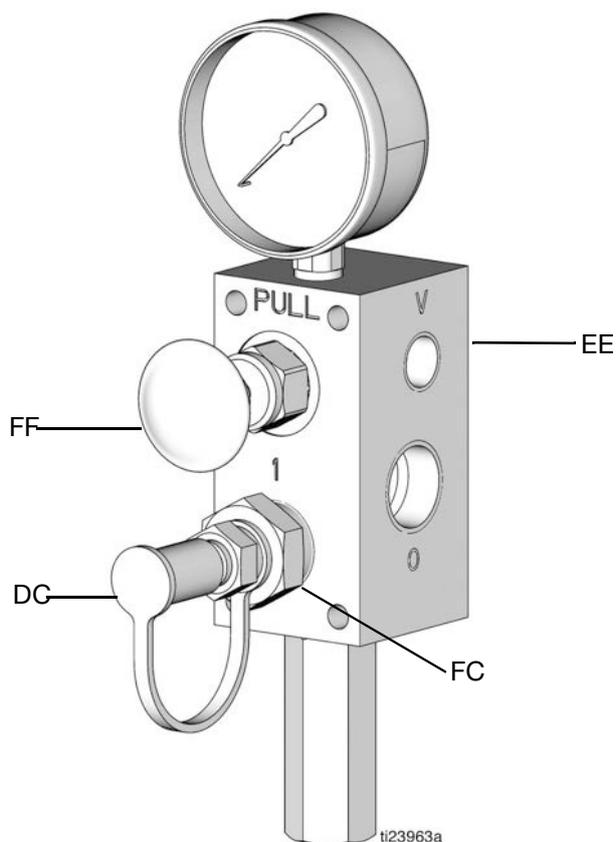

FIG. 19
1. Tire y mantenga en esa posición la perilla de alivio de presión de la válvula de llenado (FF) lo suficiente para aliviar la presión en la línea entre la válvula de llenado (EE) y la válvula de desconexión de llenado automático (V) (Fig. 19).
3. Retire la cubierta antipolvo (CC) del acoplador de llenado (FC) en la válvula de llenado (EE) (FIG. 19).
- La aguja del manómetro sube a la presión establecida (FIG. 19).
8. Tire y mantenga en esa posición la perilla de alivio de presión de la válvula de llenado (FF) lo suficiente para aliviar la presión en la línea entre la válvula de llenado (EE) y la válvula de desconexión de llenado automático (V) y entre la bomba de la estación de llenado remoto (AA) y la válvula de llenado (EE) (FIG. 19).
9. Desconecte la manguera de suministro (JJ) del acoplador de llenado (FC) (FIG. 19).
10. Vuelva a colocar la cubierta antipolvo (DC) sobre el acoplador de llenado (FC) (FIG. 19).